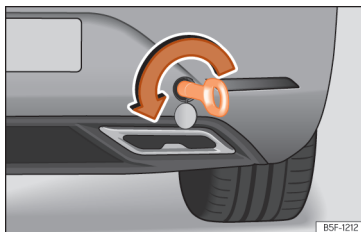

Fig. 220 No lado direito do para-choques traseiro: argola de reboque enroscada.
- Enrosque a argola de reboque no alojamento girando-a ao máximo **no sentido contrário ao dos ponteiros do relógio** »» Fig. 220 , »» ①. Utilize um objeto adequado com o qual possa enroscar completa e firmemente a argola de reboque no seu alojamento.